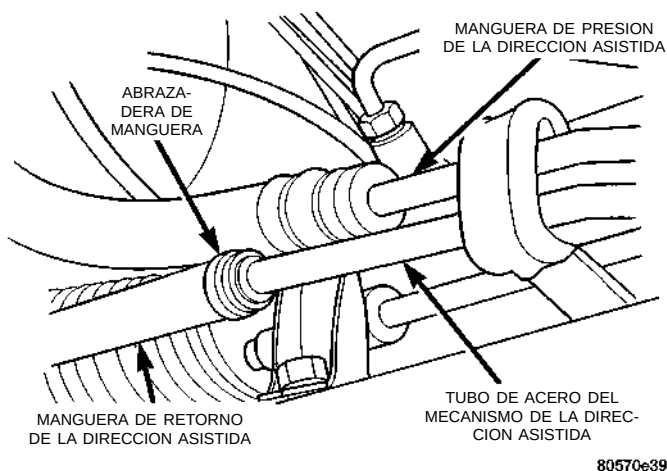
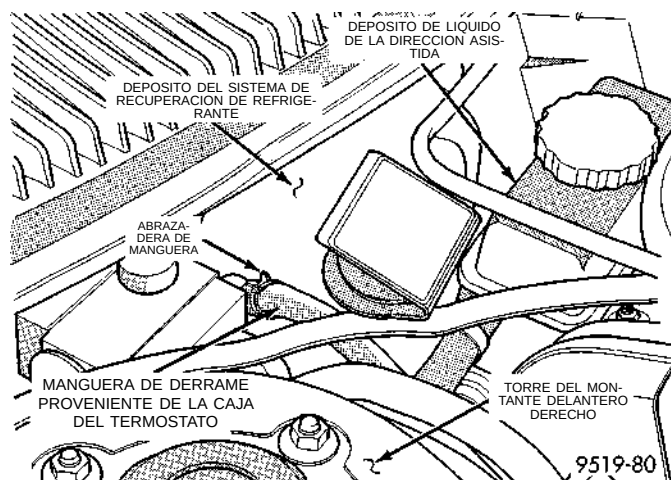

Fig. 30 Manguera de retorno de la dirección asistida en el mecanismo de dirección
Fig. 31 Conexión de la manguera de derrame en el depósito de CRS
(1) Eleve el vehículo sobre gatos fijos o en un elevador de contacto de bastidor. Para informarse sobre el procedimiento apropiado de elevación que debe usarse en este vehículo, consulte los métodos de elevación en la sección de Lubricación y mantenimiento de este manual de servicio.
(2) Retire la abrazadera de manguera que sujeta la manguera de retorno al tubo de acero en el mecanismo de la dirección asistida (Fig. 30). Deje que el líquido de la dirección asistida drene de la manguera de retorno y del depósito de líquido de la dirección asistida, hasta que esté vacío el depósito.
(3) Baje el vehículo.
(4) Retire la manguera de derrame de refrigerante del depósito del sistema de recuperación de refrigerante (CRS) (Fig. 31).
(4) Instale la manguera de derrame de refrigerante del depósito del sistema de recuperación de refrigerante (CRS) (Fig. 31)
(5) Eleve el vehículo.
(6) Instale la manguera de retorno de la dirección asistida en el tubo de acero en el mecanismo de la dirección asistida (Fig. 30). **Asegúrese de que la abrazadera de manguera se instale más allá del reborde remachado del tubo de acero en el mecanismo de la dirección asistida.**
(7) Llene el depósito de líquido de la bomba de la dirección asistida hasta su nivel correcto.
(8) Ponga en marcha el motor y deje que funcione unos segundos. Luego detenga el motor.
(9) Añada líquido de dirección asistida si es necesario. Repita el procedimiento anterior hasta que el nivel de líquido permanezca constante después de hacer funcionar el motor.
(10) Levante las ruedas delanteras hasta que no toquen el suelo.
(11) Ponga en marcha el motor. Haga girar lentamente el volante de dirección a la derecha y a la izquierda, tocando apenas los toques del volante. Después apague el motor.
(12) Añada líquido de dirección asistida si es necesario.
(13) Baje el vehículo. Ponga nuevamente el motor en marcha y gire el volante de dirección lentamente de tope a tope.
(14) Detenga el motor. Verifique el nivel del líquido y vuelva a llenar según sea necesario.
(15) Si el líquido está muy espumoso, deje el vehículo detenido por unos minutos y repita el procedimiento anterior.